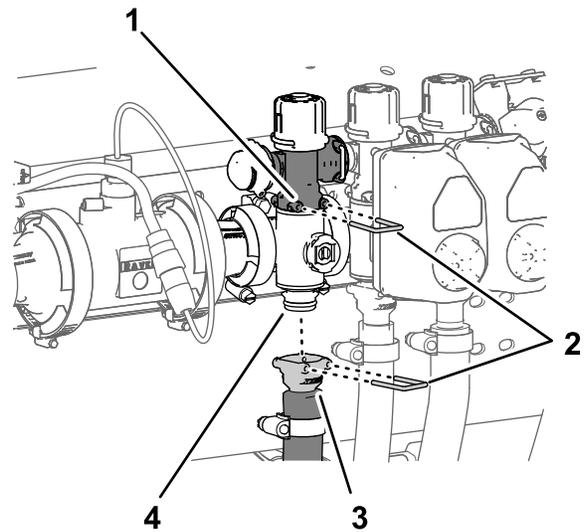

Figura 108
1. Retire la grapa que sujeta el acoplamiento rápido de la válvula de desvío de sección al distribuidor de sección (Figura 108).
2. Retire la grapa que sujeta el acoplamiento rápido de la manguera de alimentación al distribuidor del acoplamiento rápido del distribuidor de sección (Figura 108).